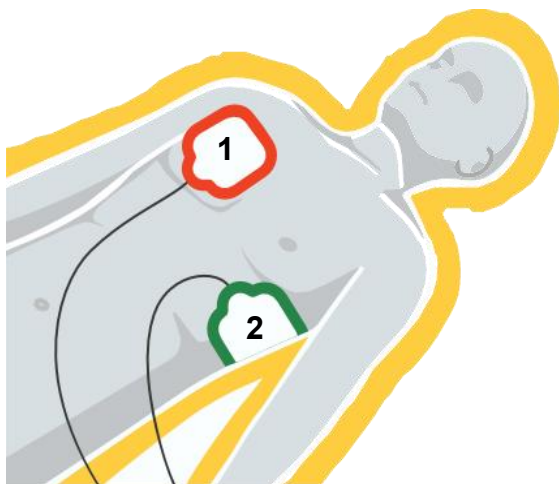
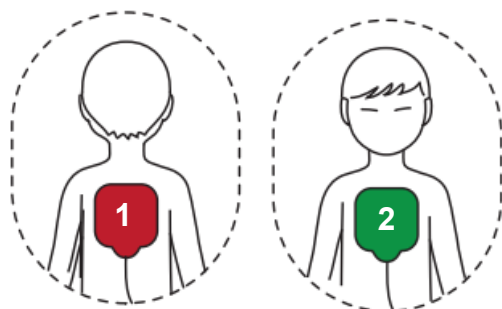

Fig. 13 Positie van elektrodes bij volwassenen
Fig. 14 Positie van elektrodes bij kinderen
- ▶ Verwijder de beschermfolie van een van de elektrodes en plaats de elektrodes vervolgens onmiddellijk op de gespecificeerde positie. (Zie Fig. 13 voor volwassenen en Fig. 14 voor kinderen)